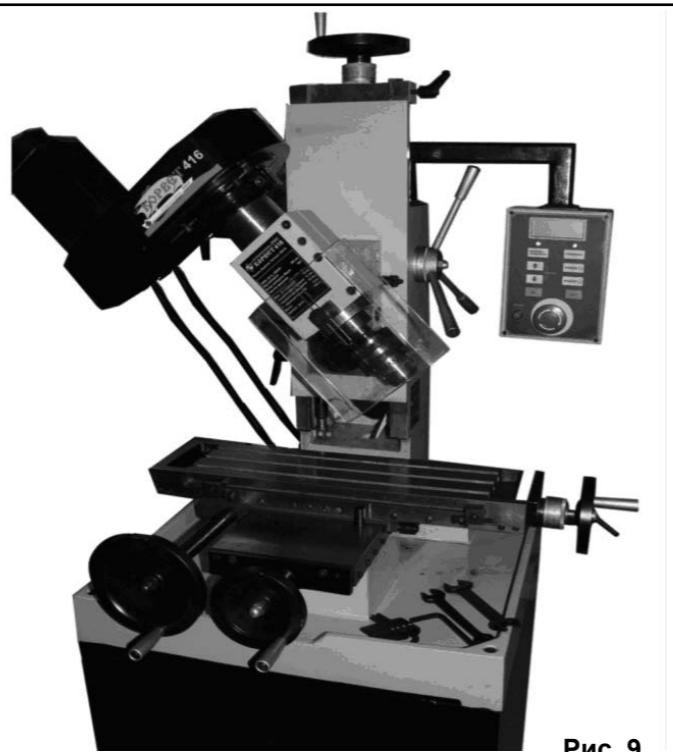

Рис. 9
10.2.5. Строго вертикальное положение шпинделя обеспечивает фиксатор (30), Рис. 7а. Выполнение сверления под наклоном (Рис. 9) категорически запрещено. Невыполнение данного условия может привести к поломке режущего инструмента (сверла) и повреждению заготовки.
Пример наклонного положения шпинделя показан на Рис. 9.